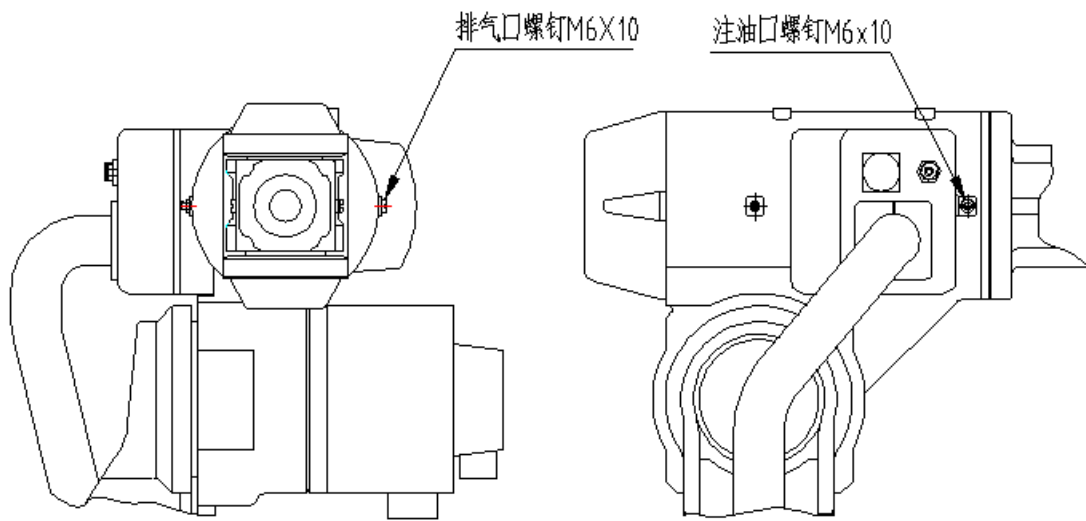

图 19 J4 轴十字交叉轴承处的结构
- ① 取下排气口的螺丝堵；
- ② 取下注油口的螺丝堵，在注油口安装 M6 油嘴；
- ③ 用油枪从注油口注油（参考图 19 J4 轴十字交叉轴承处的结构）；